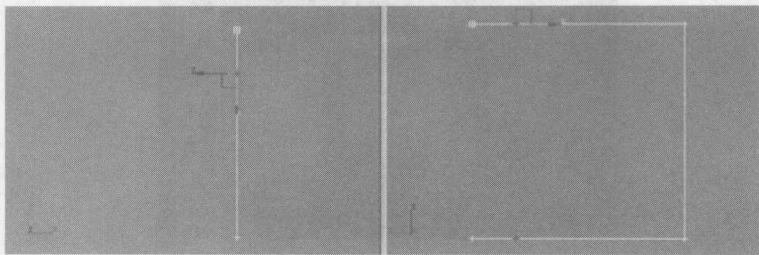

图 1-19 插入的点
(4) 单击 **插入** 按钮，在左视图中将鼠标指针移动到需要插入点的位置。当鼠标指针变成  图标时单击鼠标左键即可插入点，如图 1-19 所示为插入的点。